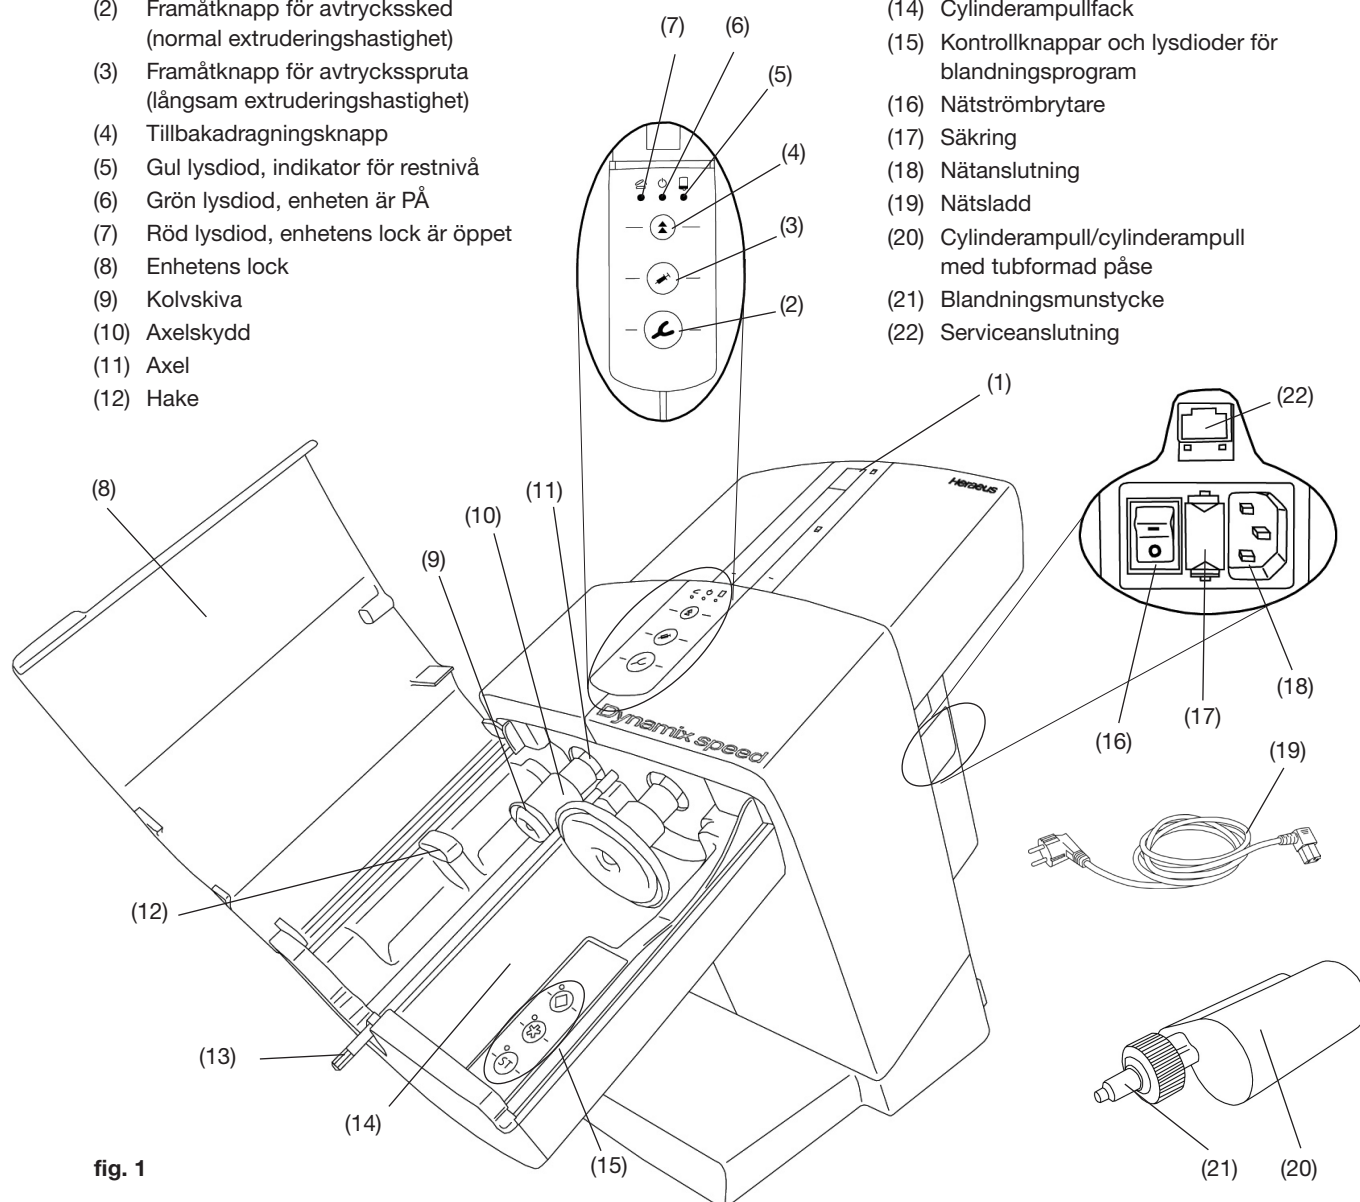
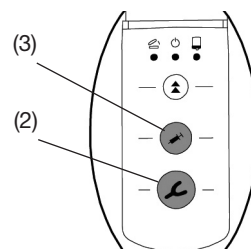

fig. 1
fig. 8
- Anslut den medföljande nätssladden (19, fig. 1) till nätströmsuttaget (18).
- Slå på enheten med nätströmbrytaren (16).
- Tryck på tillbakadragningsknappen (4).
- Kolvarna (9, fig. 1) dras tillbaka till utgångsläget där de stannar.
- Öppna enhetens lock (8, fig. 1).
- Avlägsna transportsäkringen (23).
En cylinderampull kan bara sättas i eller bytas om båda kolvarna (9, fig.1) är i utgångsläget.
- Stäng enhetens lock (8, fig. 1).
- Placera cylinderampullen (20) i enheten. Kontrollera att cylinderampullen kommer på plats under haken (12).
- Välj blandningsprogram (15), se även avsnitt 5.1.1. Information om blandningsprogrammet återfinns på cylinderampullen i form av symbolen "asterisk" * eller "ruter" ◈.
- Stäng enhetens lock (8, fig. 1). Locket går bara att stänga om cylinderampullen har satts i på rätt sätt. Den röda lysdioden för "Enhetens lock öppet" (7, fig. 1) lyser tills locket är riktigt stängt.
- Om användaren trycker på en av matningsknapparna (avtryckssked [2, fig. 8] eller dispenser [3, fig. 8]) utan att välja ett blandningsprogram, aktiveras ST-programmet automatiskt. Lysdioden bredvid ST-knappen tänds.
- Tryck och håll ned framåtknappen (2) eller (3) (beroende på önskad hastighet eller funktion):
- Avtryckssked (2), normal extruderingshastighet med aktiverat blandningsprogram eller
- Avtrycksspruta (3), långsam extruderingshastighet.
- Blandarskaftet aktiveras så att den sexkantiga änden (13, fig. 1) kan gängas in i blandningsmunstycket.